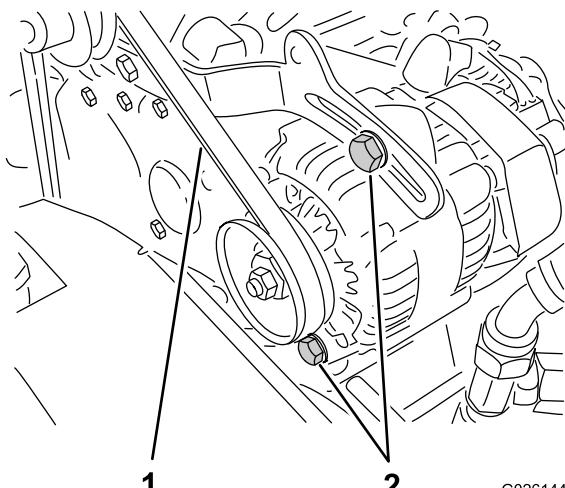

Figura 62
2. Compruebe la tensión presionando la correa en el punto intermedio entre las poleas del cigüeñal y del alternador con una fuerza de 10 kg (22 libras) (Figura 62).
- A. Afloje los 2 pernos de montaje del alternador (Figura 62).
luego apriete los pernos de montaje (Figura 62).